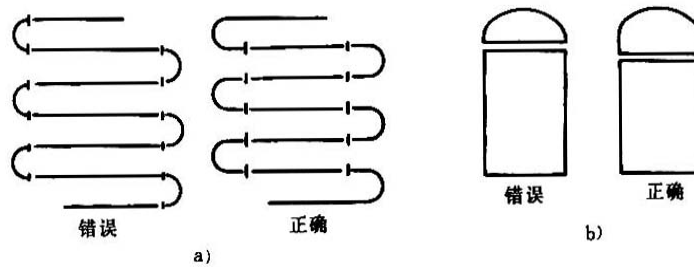

图 8
2) 直线形焊件和曲线形焊件对接时，焊缝正好处于交界处，产生较大的焊接应力，成为整个结构的薄弱面。为此，对接处的曲线形焊件应有一段平直部分，便于焊缝处于平对接位置见图 8。